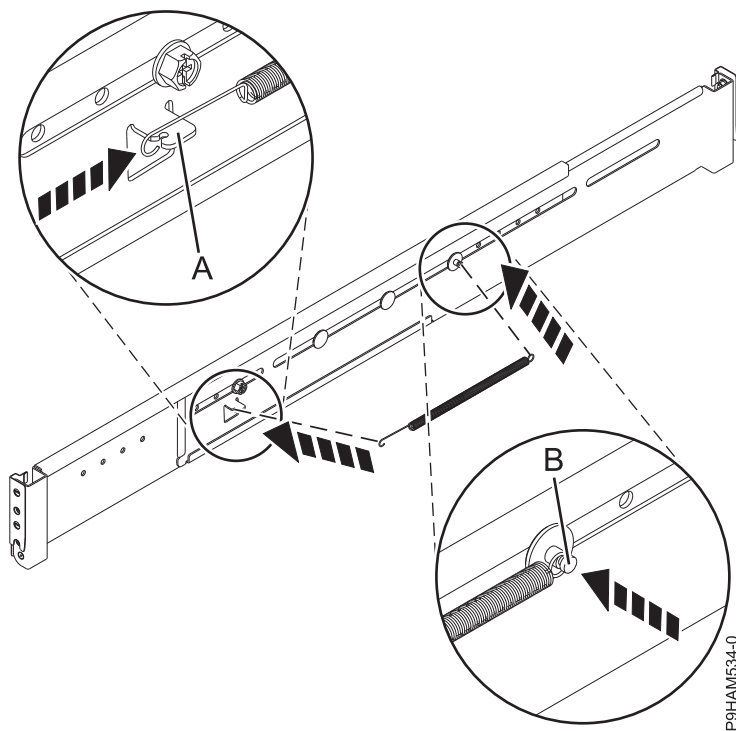

Figura 14. Instalación del muelle en el riel
3. Instale el muelle en el riel enganchando un extremo de la abrazadera de muelle **(A)** y el otro extremo en el espaciador circular **(B)**, como se muestra en Figura 14 en la página 13.